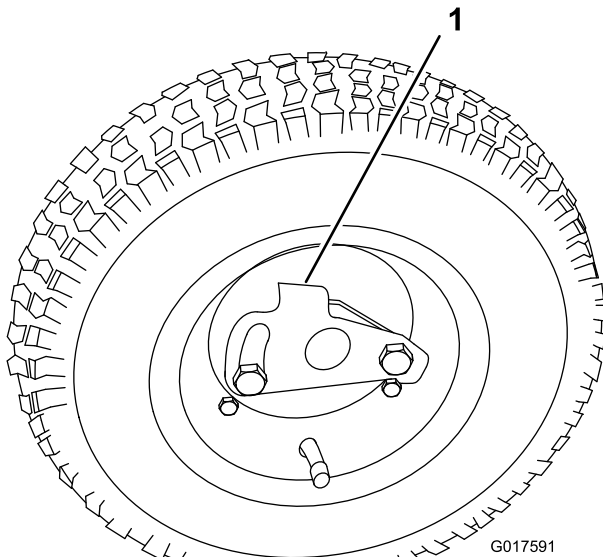

Figura 8
1. Deslice la rueda sobre el eje (Figura 8).
2. Gire el clip de retención de la rueda alejándolo del centro de la rueda, dejando que ésta entre más en el eje (Figura 8).